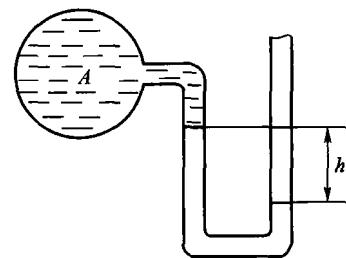

图 1.7
2. 如图 1.7 所示, 容器  $A$  中充有气体, 已知 U 形管右边通大气, 管内汞柱高度差  $h = 0.3 \text{ m}$ , 求容器  $A$  内的绝对压力及真空度。计算时取 1 标准大气压力  $= 0.1 \text{ MPa}$ 。(0.06 MPa, 0.04 MPa)